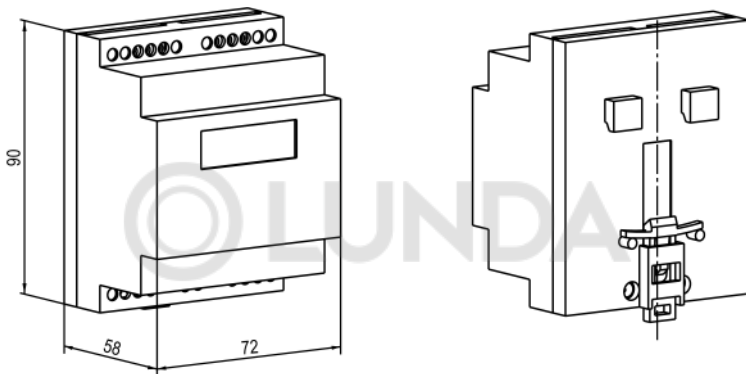

Рисунок 4.10 – Габаритные размеры корпуса Д
1. Подготовить место на DIN-рееке для установки прибора (см. рисунок 4.10).